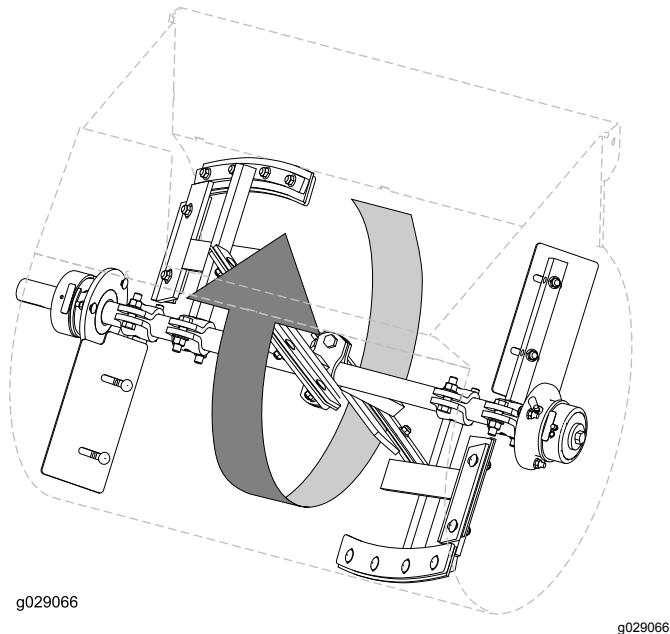

Figura 69
- Gire una paleta de la fila izquierda de paletas alrededor del tambor y localice en el interior del tambor la mínima distancia entre el tambor y la escobilla de la paleta (Figura 69).